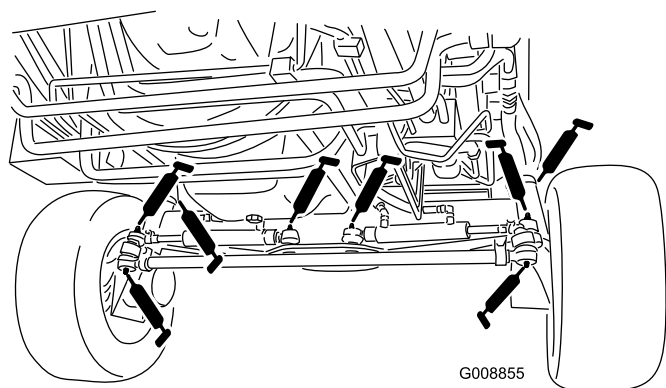

図 49
- ステアリングシリンダのボールジョイント 4ヶ所 図 49
- タイロッドのボールジョイント2ヶ所 図 49
- キングピンのブッシュ2ヶ所 (図 49)